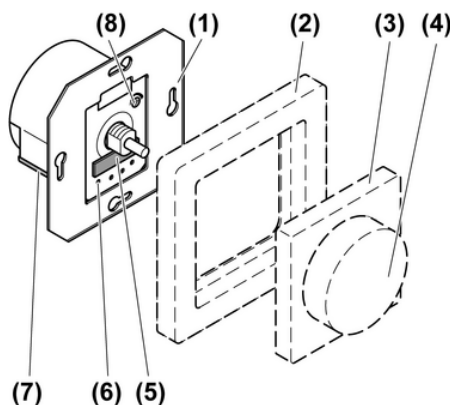

Рис.1: конструкция прибора
Установите уровень минимальной яркости с помощью регулятора (8) (Рис.1).